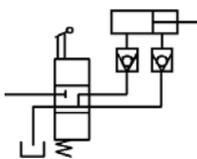
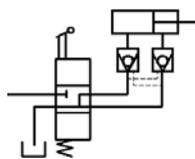

图 17.8.53 绘制直线（十五）
图 17.8.54 绘制直线（十六）
(12) 用 **绘图** \rightarrow **直线** 命令，绘制长度值为 16 的垂直直线以及长度值为 30 的水平直线（图 17.8.53）。
(13) 切换图层。将图层切换到“虚线层”图层。
(14) 按 Enter 键重复直线命令，绘制图 17.8.54 所示的四条直线。